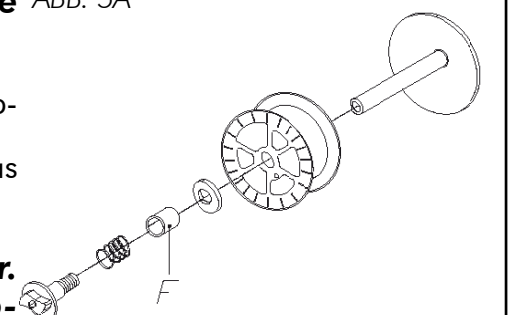

ABB. 6
- Die montierte Spule (B) vom Wickler (C) abnehmen.
- Das Handrad (A) losschrauben, die Feder und die Innenscheibe abnehmen und den Wickler (C) vom Zapfen nehmen.
- Die  $\varnothing$  100mm Spule auf den Zapfen setzen, die Scheibe, das Abstandstück (G) und die Feder anbringen.
- Das Handrad (A) wieder festschrauben.
**Das Handrad (A) stellt das Bremssystem der Spule dar. Bei einem zu hohen Druck wird der Versorgungsmotor forciert. Bei einem zu niedrigen Druck wird die Spule nicht sofort blockiert, wenn der Schweißvorgang beendet ist.**
- Den Plastikgriff (A) lockern und senken und den Drahtandrückhebel (B) lösen (Abb. 6). Eventuelle Drahtreste aus der Ummantelung (E) nehmen.
- Den Draht von der Spule lösen und mit einer Zange festhalten, damit er sich nicht abrollt. Falls notwendig geradebiegen, bevor er in die Eingangsführung (C) für den Draht eingeführt wird. Den Draht nun über die untere Rolle (D) schieben und in die Ummantelung (E) einführen.